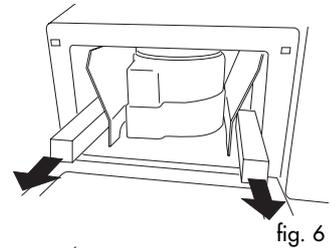

fig. 6
- Estrarre i due pezzi di polistirolo che si trovano nei lati della cavità (fig. 6).